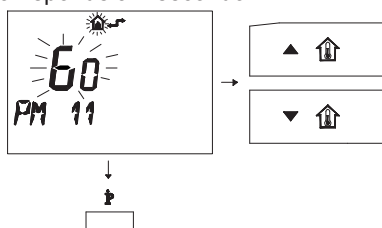

Figura 5.58
- Per modificare il SET programmato agli pulsanti ▲ o ▼ e aspettare che il numero programmato cominci a lampeggiare (Figura 5.58). Ogni passo incrementato o decrementato corrisponde a 1 secondo.